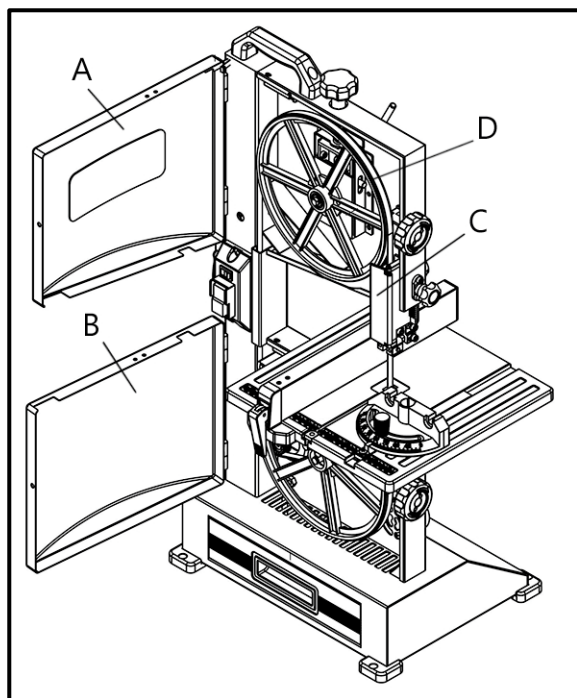
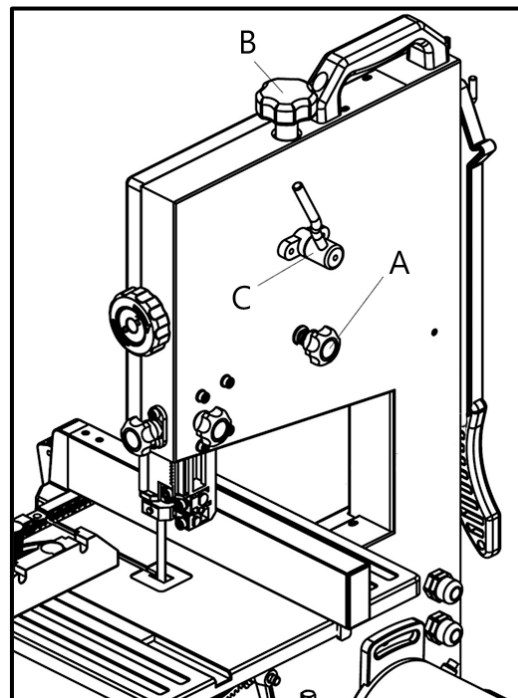

Рисунок 11.
Рисунок 12.
отрегулировать наклон верхнего маховика D (рис. 11).
Ослабьте ручку блокировки С (рис. 12), вручную поворачивайте верхний маховик D (рис. 11),
осторожно, не касаясь пильного полотна. Поворачивайте ручку регулировки А (рис. 12) по
После регулировки затяните фиксирующую ручку С (рис. 12) и закройте крышки А и В (рис. 11).
Полностью поднимите верхнюю направляющую пыльного полотна. Принимая во внимание его ширину, вращайте ручку В, чтобы отрегулировать натяжение (рис. 12).
- Откройте верхнюю и нижнюю крышки (рис. 11).
- Ослабьте ручку быстрого доступа С (рис. 12).
- Закройте верхнюю и нижнюю крышки А и В (рис. 11). Закройте крышку верхней направляющей С.